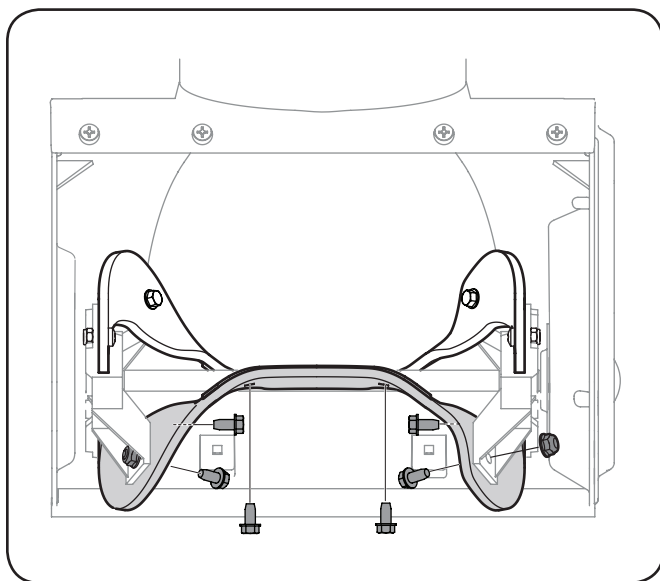

Figura 7-4
1. Saque las paletas de caucho ya existentes desenroscando los tornillos y las tuercas que las sujetan a la barrena. Vea la Figura 7-4